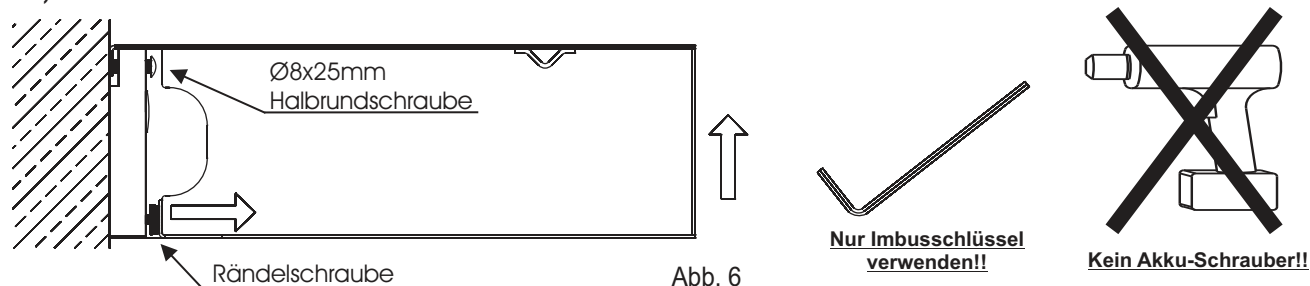

Abb. 6
9. Ziehen Sie die 8x25mm Halbrundschaftschraube mit einem Imbusschlüssel nur „Handfest“ an bis die TV-Brücke an der Wand anliegt. Verwenden Sie hierbei keinen Elektroschrauber oder ähnliches. (Abb. 6)
10. Richten Sie zum Schluss die Neigung der Brücke aus. Hierzu drehen Sie die untere Rändelschraube der Montagerrückwand bis die Bühne mit leichtem Übermaß nach oben in waage ist. (Abb. 6)